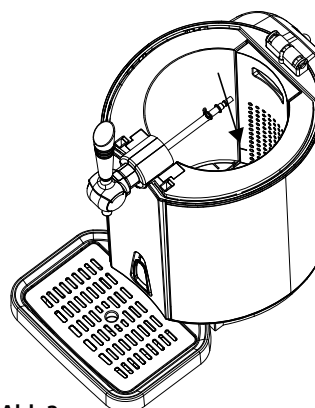

Abb.3
5. Entnehmen Sie den Degen mit Steigrohr aus dem Gerät. Geben Sie 800 ml kaltes Wasser in die Kühlkammer. Achten Sie auf die MAX- Markierung in der Kühlkammer und dass sich keine anderen Gegenstände in der Kühlkammer befinden (Abb. 3).